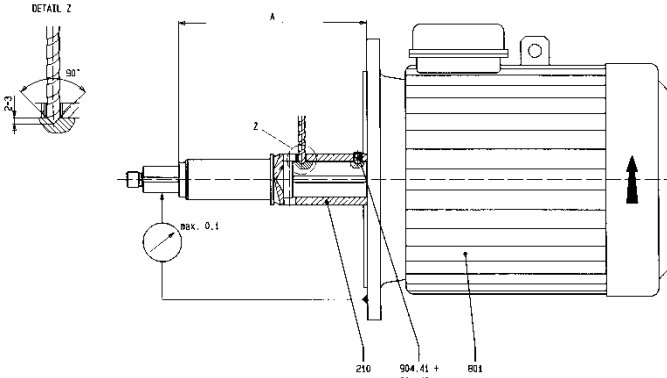

Bild 11
- Steckwelle so weit auf die Motorwelle aufschieben, bis das Maß A erreicht ist (siehe Bild 11 und Tabelle).
- Motorwelle durch die radialen Steckwellenbohrungen ca. 2-3 mm tief mit einem Spiralbohrer mit 90° Spitze ansenken (siehe Bild 11).
- Korrekten Rundlauf der Steckwelle gegenüber dem Motorflansch mittels Meßuhr kontrollieren (siehe Bild 11.). Der Zeigerausschlag der Meßuhr darf max. 0,1 mm betragen.